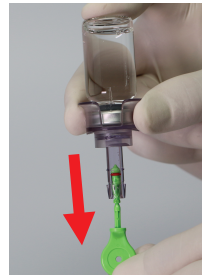

Abbildung 7
- g) Ziehen Sie den Kolben nach unten und die Flüssigkeit in die Spritze zu saugen. Entfernen Sie gegebenenfalls Bläschen. Beenden Sie den Füllvorgang, indem Sie den roten Gummiring an der Fülllinie ausrichten, wie in Abbildung 7 gezeigt.